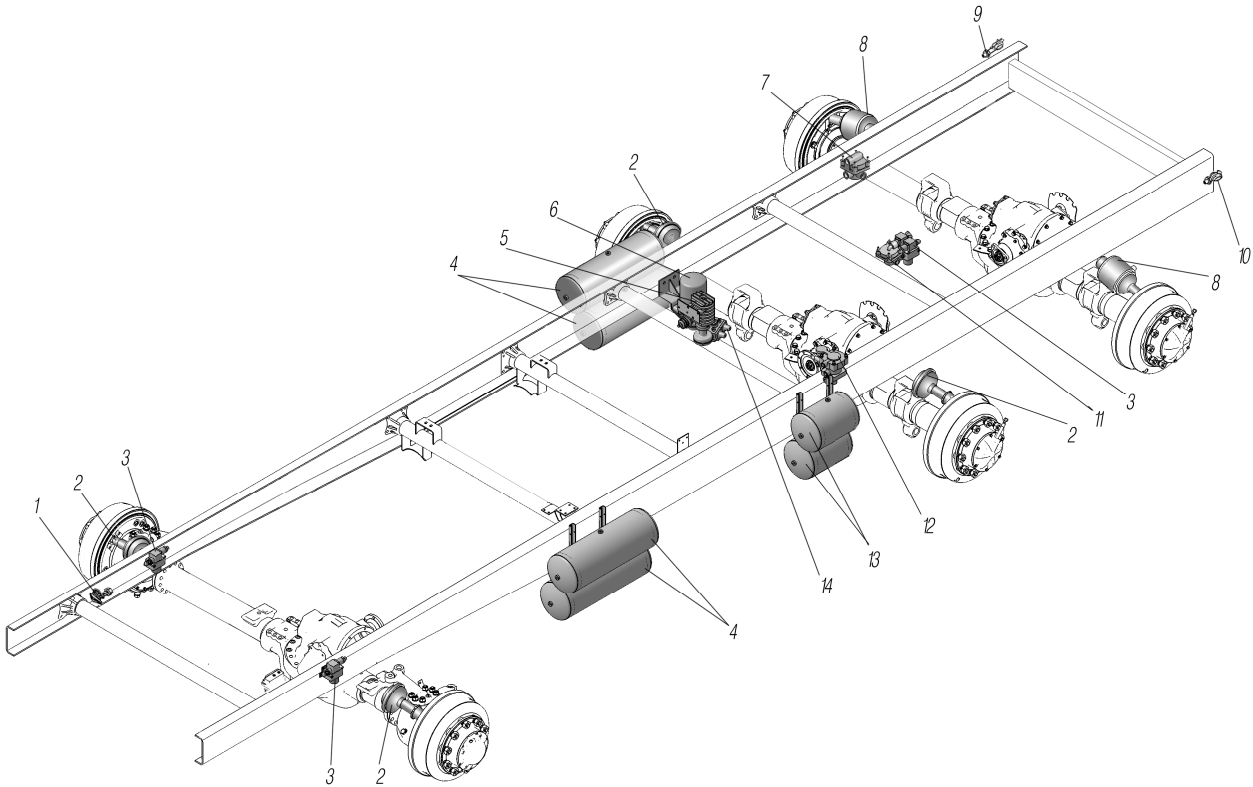

Рисунок 5.7
*¹ См. рисунок 5.7
See figure 5.7
*1 См. рисунок 5.7, 5.10